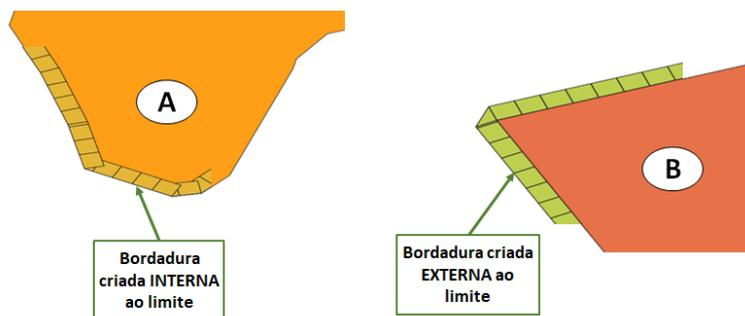

Figura 112 - Bordadura interna ou externa
- D) Interna / Externa - Selecione como deseja gerar a bordadura, interna ou externa em relação ao limite do talhão, Figura 112.